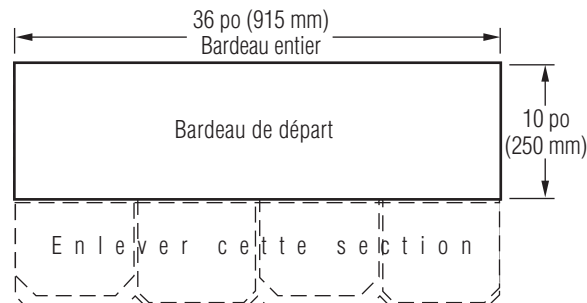

Figure 17-7 : Fabriquer les bardeaux de départ en enlevant 8 po (203 mm) au bas des jupes.
- ◆ Pour les bardeaux Carriage House, le rang de départ se compose de bardeaux Carriage House dont la section inférieure de 8 po (203 mm) a été retranchée. La façon la plus facile de procéder pour couper la section inférieure consiste à tailler le bardeau en ligne droite sur toute sa longueur tout juste au-dessus de la ligne de jonction des jupes (figure 17-7).